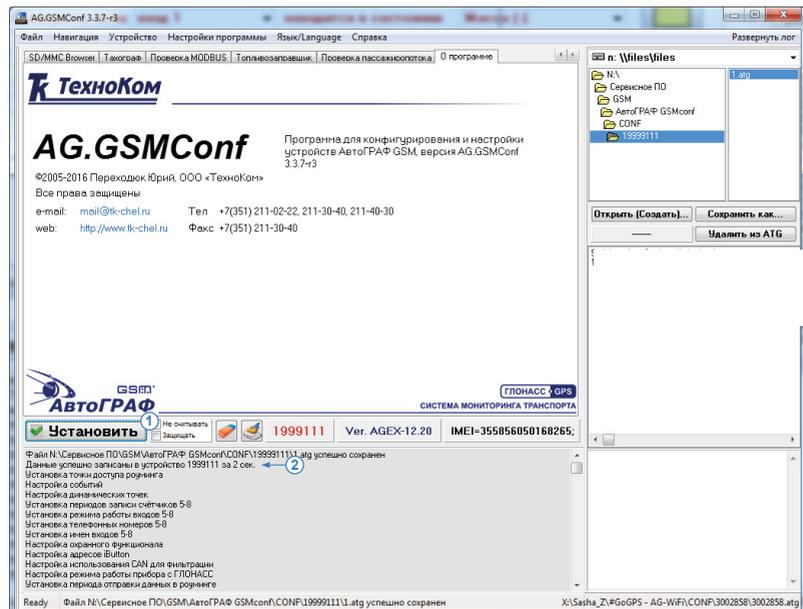

Рис.77. Запись настроек в прибор.
1. Кнопка «Установить» – кнопка позволяет записать настройки в подключенный прибор. При успешной записи настроек высветится значок  и появится строка об успешной записи в окне состояния (Рис.77, п.2).